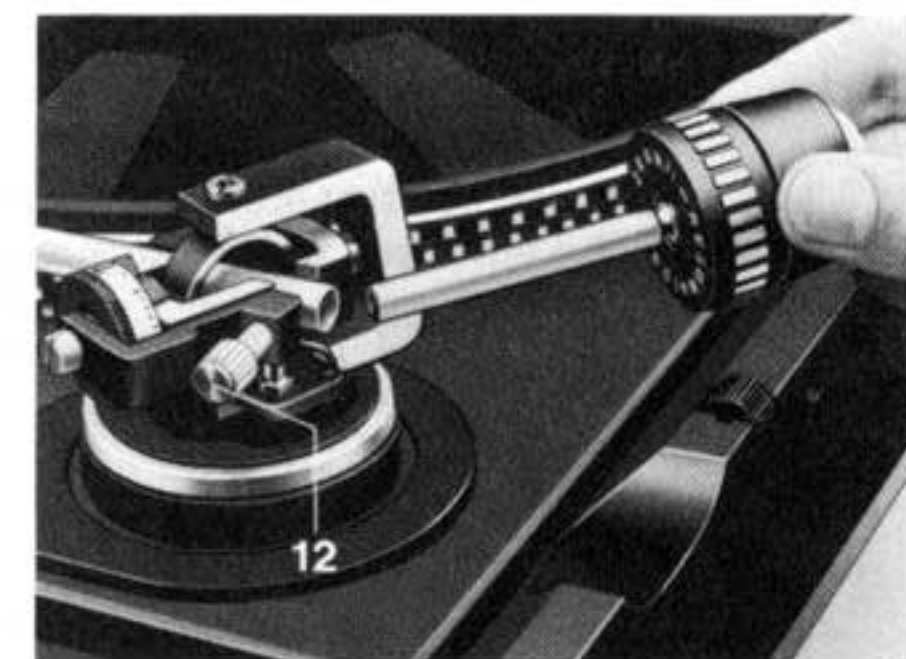

Fig. 3
Nehmen Sie bitte das Tonarm-Balancegewicht aus dem Styroporeinsatz und stecken Sie den Dorn des Balancegewichtes, nach Lösen der Feststellschraube (12), in die dafür vorgesehene Öffnung am hinteren Ende des Tonarmes. Die dreikantförmige Aussparung am Dorn muß dabei nach unten zeigen (Fig. 3). Das Ausbalancieren sowie das jetzt erforderlich werdende Einstellen von Auflagekraft und Antiskating ist ausführlich beschrieben auf den Seiten 16, 18 und 20.
Placer alors le plateau directement sur le moteur. Retirer le contrepoids du bras de l'emballage de styropor, et introduisez la tige du contre-poids, après avoir desserré la vis de blocage (12), dans l'ouverture prévue à cet effet à l'extrémité arrière du bras de lecture. L'encoche triangulaire de la tige doit alors être tournée vers le bas (Fig. 3).
Next place platter directly on the motor. Take the tonearm counterbalance out of its styrofoam insert. Loosen the setscrew (12) at the rear of the tonearm, and insert the shaft of the counterbalance in the opening provided for this purpose. The triangular-shaped notch of the shaft must point in downward direction (Fig. 3).